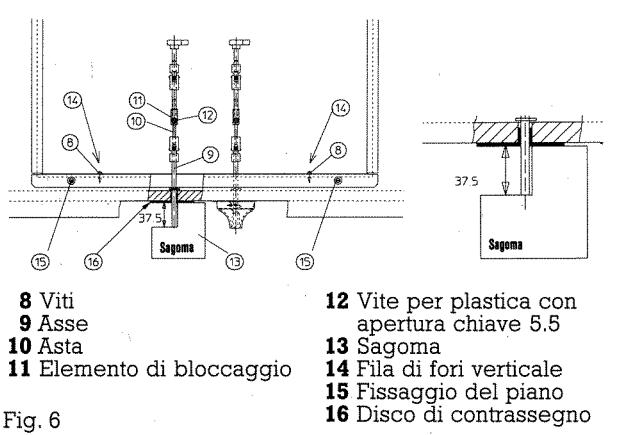

Fig. 6
9. Collegare l'alloggiamento davanti con il piano di lavoro tramite due viti **8** da applicare nei punti giusti della fila di fori verticale **14** (fig. 6).